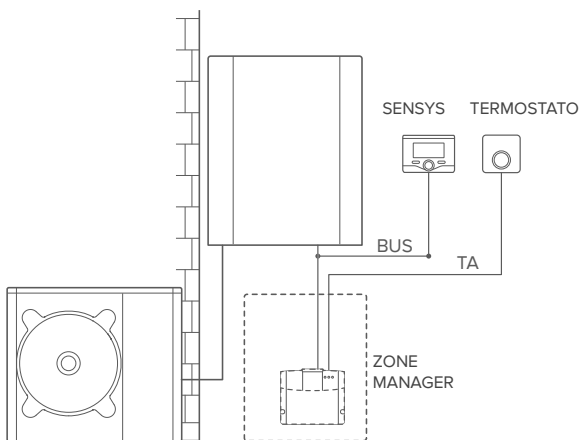

fig.5
- Situação final (Fig. 5)
**Tipo 3****Ativação de TD e TC num sistema com 2 zonas hidráulicas (zonas manager integrado ou externo) controlado por dispositivos BUS BridgeNet e ON/OFF (fig.5)**